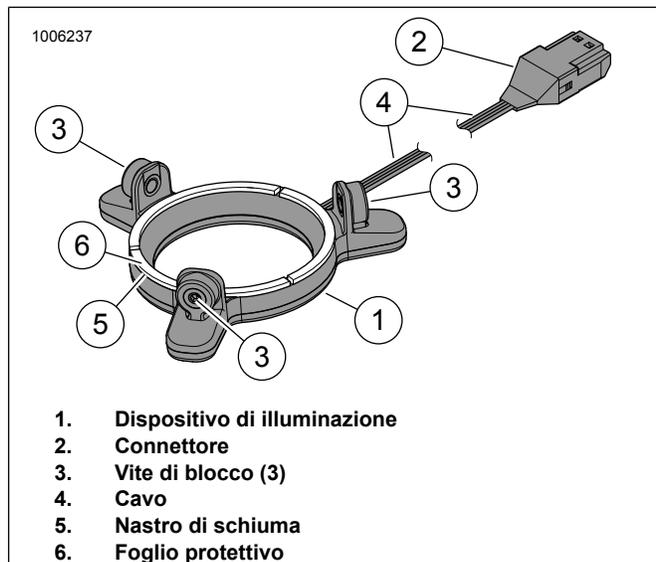

Figura 14. Luce LED, altoparlante rotondo Stage II
6. Vedere la figura 14. Rimuovere il foglio protettivo (6) dal nastro di schiuma (5) sul retro del dispositivo di illuminazione (1).